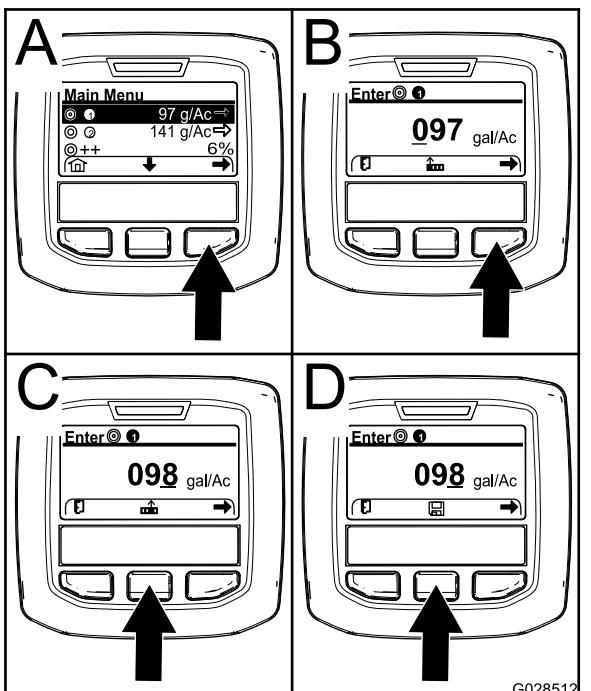

Figura 57
2. Se necessario, premete il pulsante di selezione centrale per evidenziare il volume di applicazione per il programma 1 dell'irroratrice (Figura 57).
3. Premete il pulsante di selezione destro per selezionare il programma 1 dell'irroratrice (A della Figura 57).
- Premete il pulsante di selezione destro (B della Figura 57) per spostare il cursore alla posizione numerica successiva a destra.
- Premete il pulsante di selezione centrale (C della Figura 57) per aumentare il valore numerico (da 0 a 9).
Nota: Comparirà l'icona Salva sopra il pulsante di selezione centrale (D della Figura 57).
6. Premete il pulsante di selezione centrale (D della Figura 57) per salvare la programmazione del volume di applicazione.